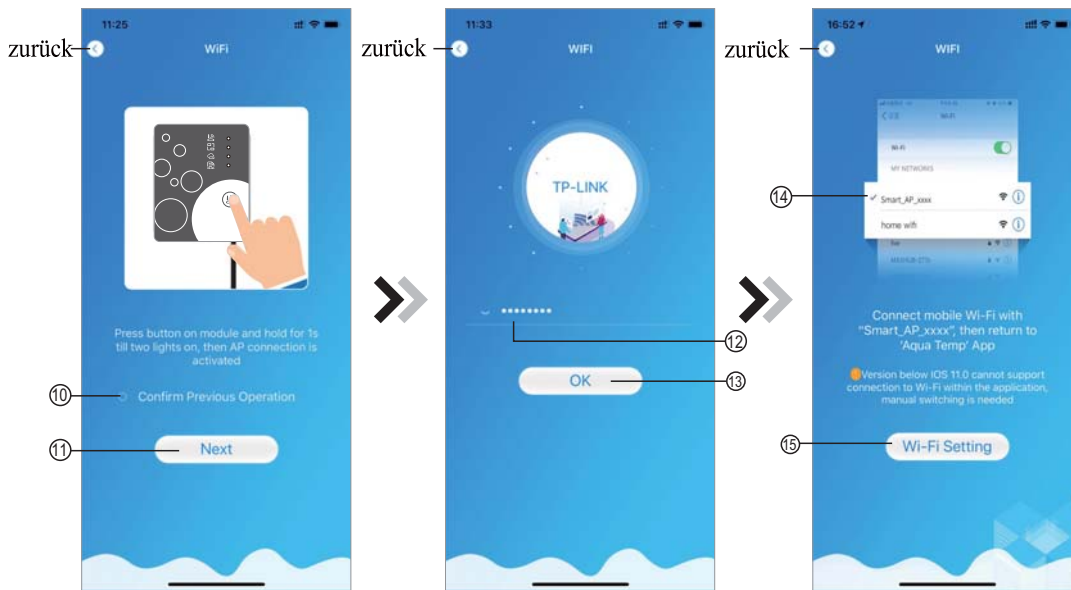

Abb. 7 WIFI-Modul AN-Oberfl. Abb.8 Passwort eingeben-Oberfl. Abb.9 Festg. WIFI-Verb.aufbauen
1. Befolgen Sie die Anweisungen auf der Seite (Abb. 7), drücken Sie die Taste auf dem Modul und halten Sie sie für 1s gedrückt, bis zwei Lichter aufleuchten, dann ist die AP-Verbindung aktiv, klicken Sie (10), um den Vorgang zu bestätigen, klicken Sie (11), um die Seite zu wechseln;
2. Klicken Sie (12), um das WIFI-Passwort für die aktuelle Verbindung einzugeben, klicken Sie (13), um den Vorgang zu bestätigen;